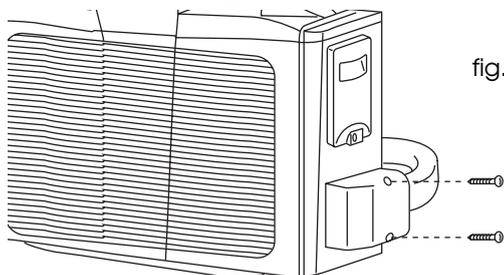

fig. 3
- 1) Desenrosque los dos tornillos de la tapadera de protección empalmes en la unidad externa (fig. 3).